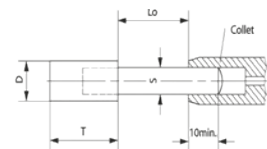

Bild 4
- Bild 4: Aufspannen von Schleifstiften.